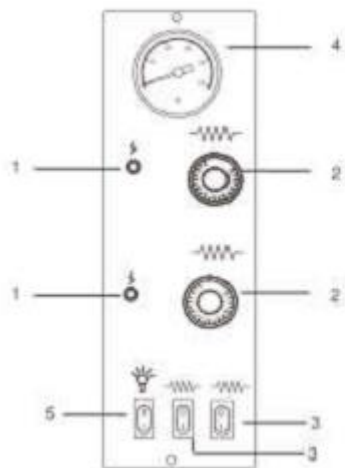
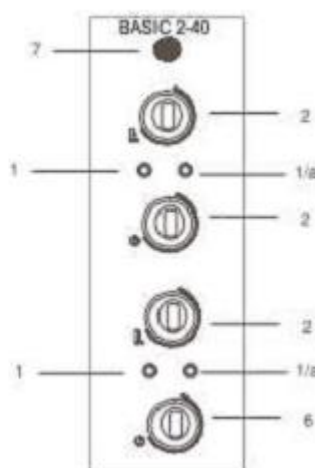

Рис.1 Панель печи
Рис.3 Панель печи
- 3) Переведите нагревательные элементы (рис.1,;2_3) в положение “I”; для печи 2/40: нажмите основной выключатель “рис.3_7”;
- 4) Включите ТЕНЫ, установив для термостатов (Рис.1, 2, 3 – функц.2) температуру 150°C, указанную на рукоятке настройки. Соответствующий красный свет, сигнализирующий о работе резисторов, загорится;
- 6) Отключите работающие ТЭНЫ, переведя показания термостатов (**Рис.1, 2, 3 – функц. 2**) в положение **“0”** и предупредительный свет погаснет. Для печи 2/40: нажмите основной выключатель и отключите нагревательные элементы;
- 8) Закройте дверцу и повторите операцию, как указано в пункте **4**), установив термостаты (рис.1; 2_функц.2) на температуру **400°C**, указанную на кнопке. Для печи 2/40: установите термостаты (рис.3_функц.2) на температуру **350°C**.
- 10) Отключите ТЭНЫ, переведя показания термостатов (**Рис.1, 2, 3 – функц. 2**) в положение **“0”**;
- 12) В печи 2/40 Вы можете регулировать температуру приготовления, установив секунды при помощи таймера (рис.3_функц.6). После того, как время будет установлено, нагревательные элементы отключатся. Чтобы выбрать режим приготовления, переведите кнопку таймера (рис.3_функц.6) в положение **“ON”** повернув её влево.
- 2) Переведите выключатель нагревательных элементов (рис.1, 2_функц.3) в положение **“I”**; для печи 2/40: нажмите основной выключатель (рис.3_функц.7)
- 3) Включите ТЭНЫ, установив для термостатов (**Рис.1, 2 – функц. 2**), необходимую температуру, указанную на рукоятке настройки. При этом загорятся соответствующие светодиоды, подтверждающие, что ТЭНЫ действительно работают;
- 4) После того, как печь нагреется до необходимой температуры (см. пункт 9 настоящего параграфа), показания которой выводится на термометр (**Рис.1 – функц. 4**), можно поставить пиццу в печь для выпекания.
- 6) Для освещения внутренней части камеры выпечки нажмите на выключатель лампочки печи (**Рис.1-функц.5**).
- 1) Выключите печь, переведя выключатель тэнов печи (**Рис.1,2 – функц. 3**) в положение “0” и кнопки, которые регулируют термостаты (**Рис.1,2 – функц. 3**). Для печи 2/40: нажмите основной выключатель и отключите нагревательные элементы.